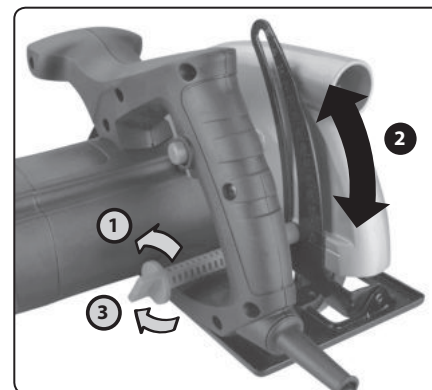

Abb. 3a
1. Lockern Sie die Mutter zum Einstellen der Schnitttiefe (Abb. 3A, Schritt 1).
2. Heben Sie die Säge von der Grundplatte an je nach gewünschter Schnitttiefe (Abb. 3A, Schritt 2). Die Schnitttiefe kann auf der Skala abgelesen werden, siehe Abb. 1, Pos. 21.
3. Sichern Sie danach die Säge in der eingestellten Höhe durch Anziehen der Mutter (Abb. 3A, Schritt 3).